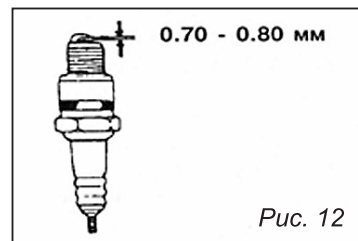

Рис. 12
• Проверьте зазор между электродами специальным плоским щупом. Нормальный зазор должен составлять 0,7–0,8 мм (рис. 12). При необходимости отрегулируйте величину зазора, осторожно подгибая боковой электрод.